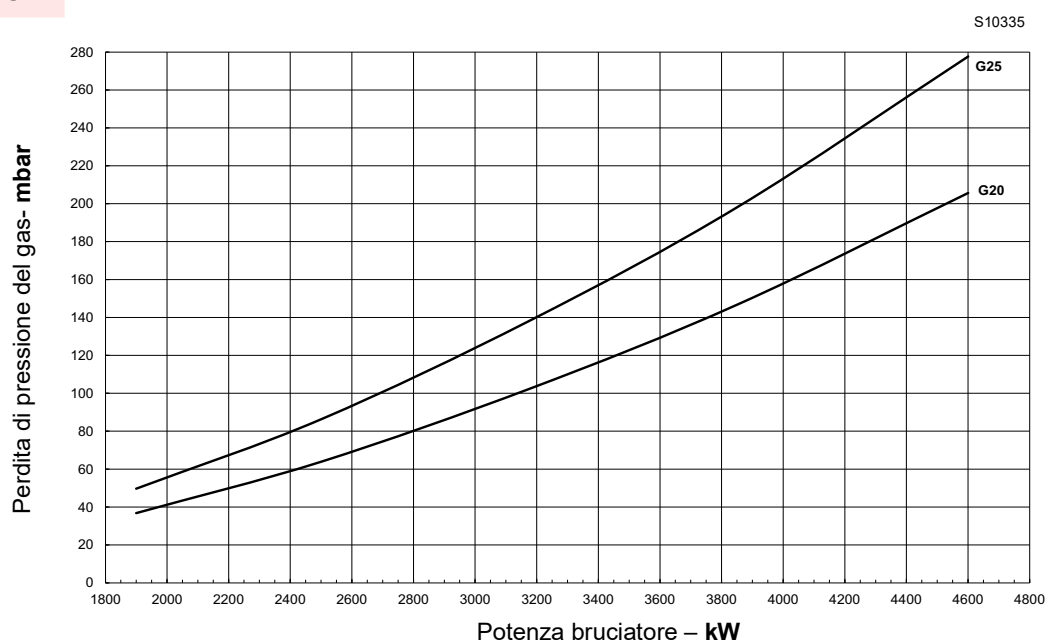

Fig. 23
- Inserire il valore in mbar (Fig. 23) e leggere la potenza corrispondente sulla linea tratteggiata.
- Leggere la pressione alla presa P1)(Fig. 23).
Pressione richiesta alla presa P1)(Fig. 23).
- Serve a ricavare approssimativamente la potenza MAX del bruciatore mediante le Fig. 22 e Fig. 23 a pag. 26.